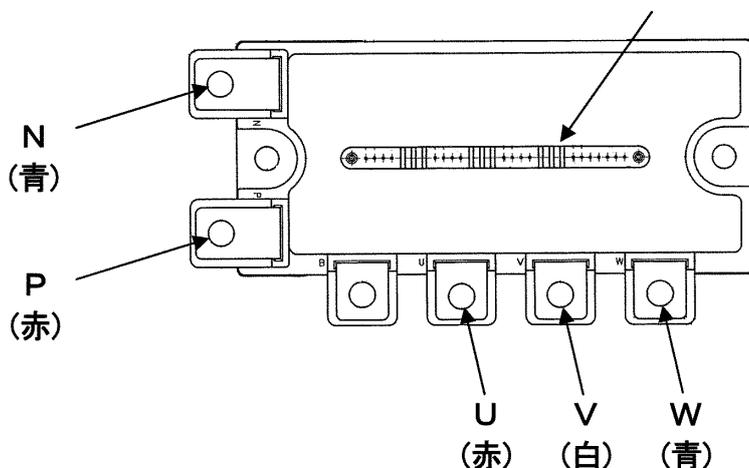

図1. 部品配置図
- 3) パワートランジスタのU、V、W、P、Nの配線を外してください。(図1. 部品配置図参照)